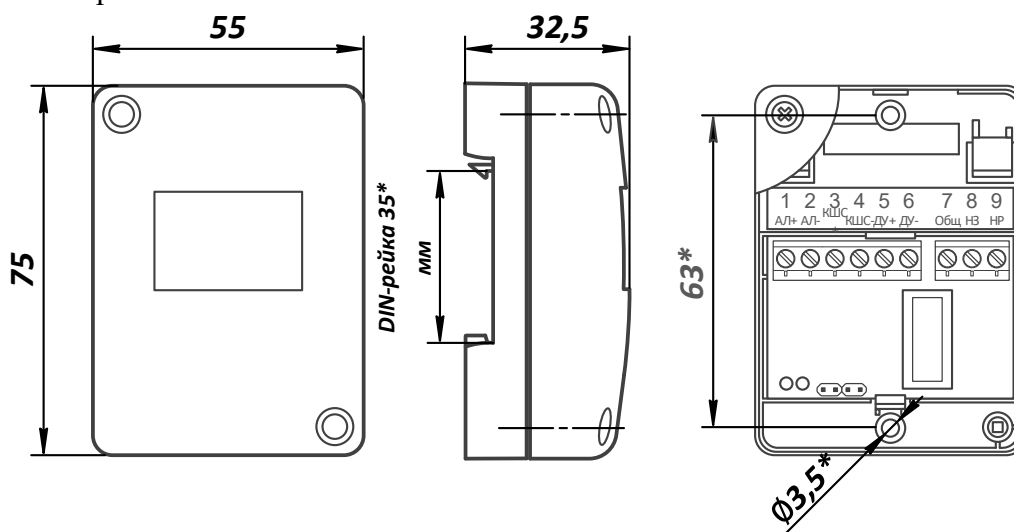
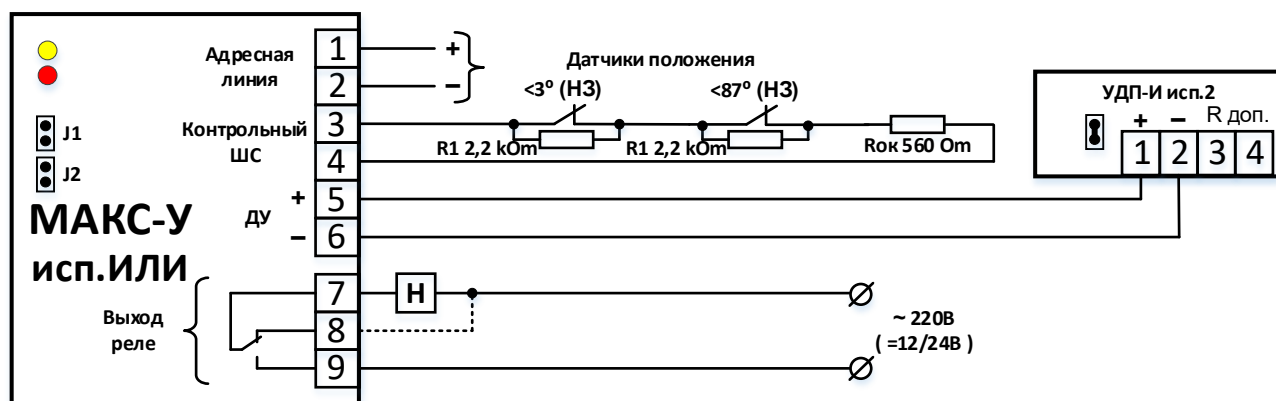

Рис.1. Габаритные и установочные размеры МАКС-У исп. ИЛИ.
Рис.2. Схема подключения нормально-выключенной нагрузки.
1.10. Установка режимов работы модуля производится с помощью 2-х джамперов (см рис.2,3):
2.1.2. Габаритные и установочные размеры модуля показаны на рис.1, принципиальные схемы подключения – на рис.2 - 4.
На рис.2 при слаботочной нагрузке (светодиодное табло, сирена, некоторые приводы клапанов) возможна подсветка табло или слабое звучание оповещателя за счет протекания через них тока контроля цепи управления (п.4.8). Для устранения влияния тока контроля рекомендуется замыкать выключенную нагрузку, как показано пунктиром. Для сохранения контроля нагрузки замыкание следует производить резистором, подбирая его номинал в диапазоне $100\text{ Ом} \div 5\text{ кОм}$.